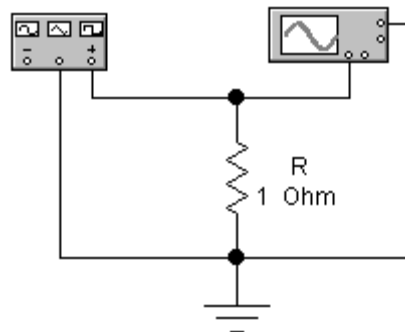
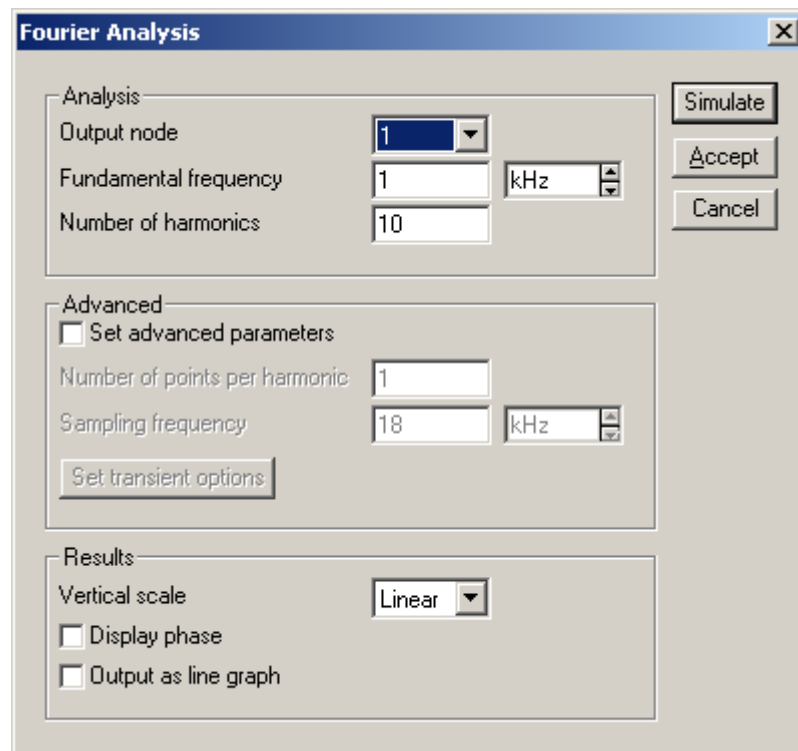

Рис. 15. Схема исследования периодических сигналов
Рис. 16. Окно выбора параметров для Фурье-анализа сигнала
1. Собрать в программном пакете **Electronics Workbench** схему исследования (см. Рис.15).
1. Используя меню **Analysis\Fourier** (Рис.16), получить спектр исследуемого сигнала (для схемы Рис.15). В диалоговой панели установки параметров Фурье-анализа частоту основной гармоники (**Fundamental frequency**) установить равной  $N$  кГц. Число исследуемых гармоник **10....20**, линейный (**Linear**) масштаб по вертикальной оси (область **Result**, поле **Vertical scale**).